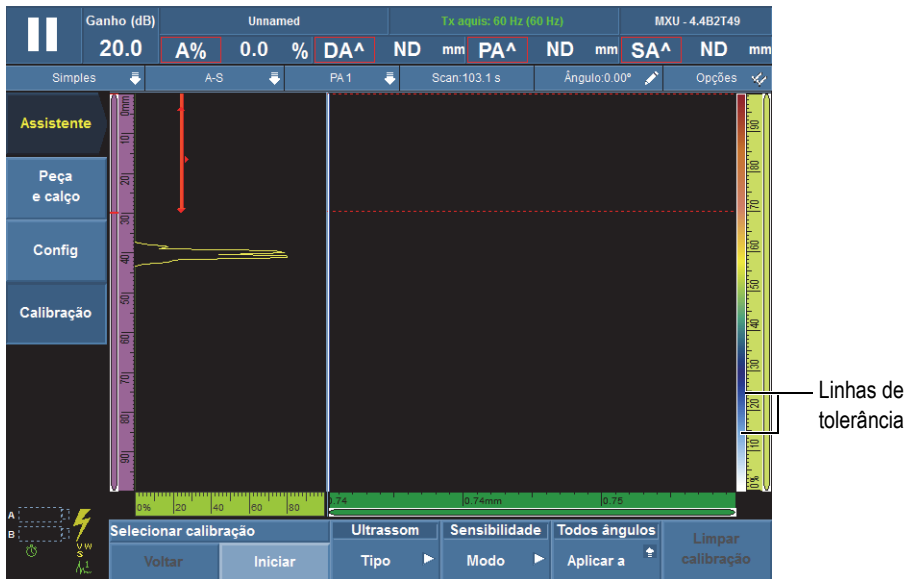

Figura 5-9 Crie um envelope para calibração do atraso de calço
- a) Mova a sonda para frente e para trás sobre o refletor de calibração para criar um envelope (veja Figura 5-9 na página 142).